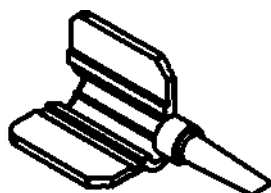

Рисунок 1 – Схематическое изображение картриджа инжектора Р
3.8.3.1 Картридж инжектора Р имеет камеру для размещения линзы и конусообразный носик (рисунок 1). Картридж изготовлен из биосовместимого полипропилена.